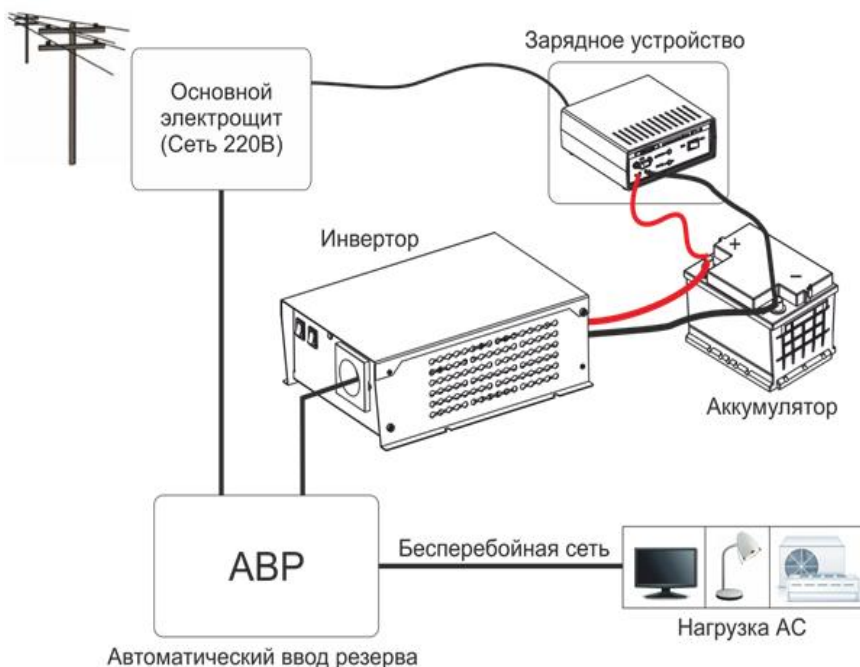

Рисунок 3 – Построение системы бесперебойного питания off-line типа на основе зарядного устройства, инвертора напряжения и АВР
9.1 Для построения системы бесперебойного питания off-line типа на основе зарядного устройства и инвертора напряжения необходимо применить автоматический ввод резерва (АВР), например, на основе реле выбора фаз РВФ-02 (см. рисунок 3). При наличии сетевого напряжения нагрузка питается непосредственно от сети  $\sim 220$  В, при этом зарядное устройство заряжает аккумулятор и поддерживает его в заряженном состоянии. В случае отключения сетевого напряжения  $\sim 220$  В нагрузка переключается на питание от инвертора.